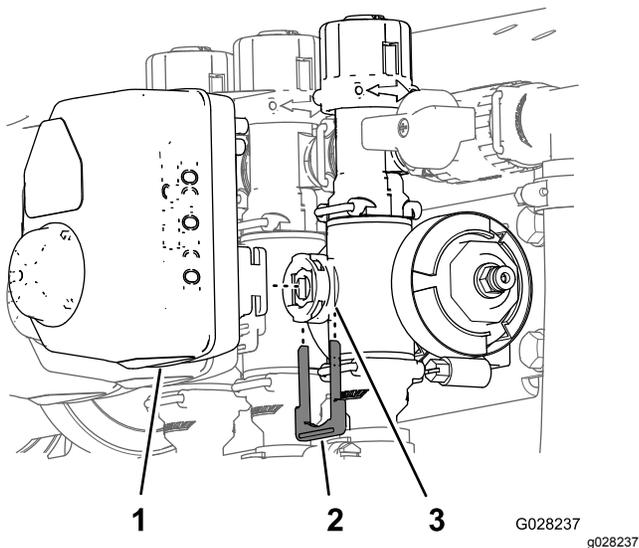

Рисунок 87
3. Снимите держатель, который крепит привод к коллекторному клапану регулирования нормы распыления, перемешивания, главному клапану стрелы или клапану секции стрелы (Рисунок 87).